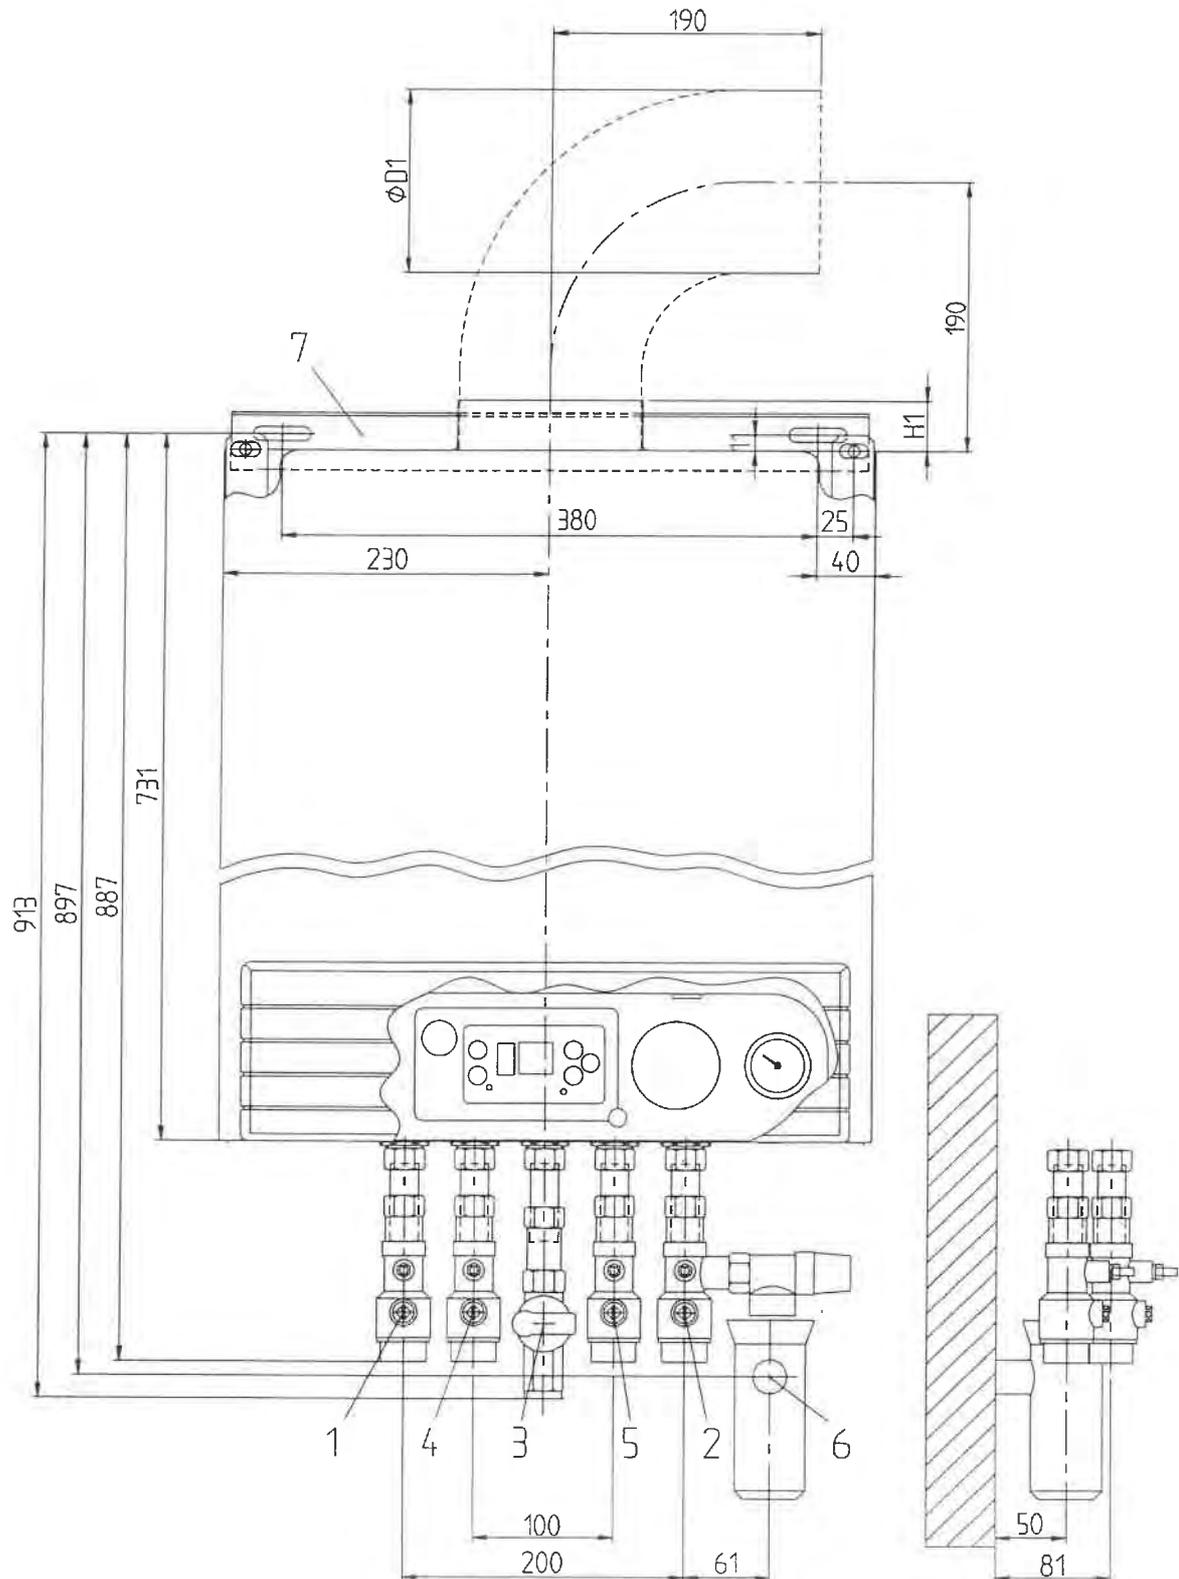

Abb. 4.5
- Bei der Installation der Rohrleitungen und des FERRO-Anschlußzubehöres beachten Sie die Maße in Abb. 4.5 bzw. Abb. 4.6.
- Montieren Sie die Montageschiene entsprechend der Maße in Abb. 4.5 bzw. Abb. 4.6 an die Wand.